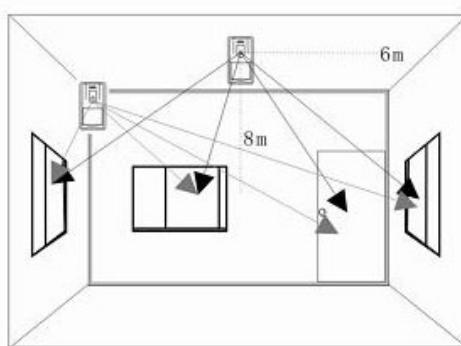

Fig. 1
1. Alegeti locatia de montare astfel incat , detectorul sa aiba in raza de actiune atat zonele de intrare cat si ferestrele din perimetru ce se doreste a fi protejat (fig. 1).